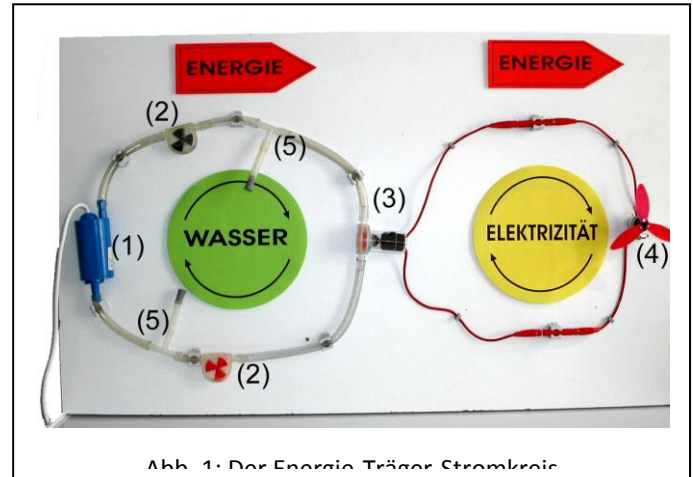
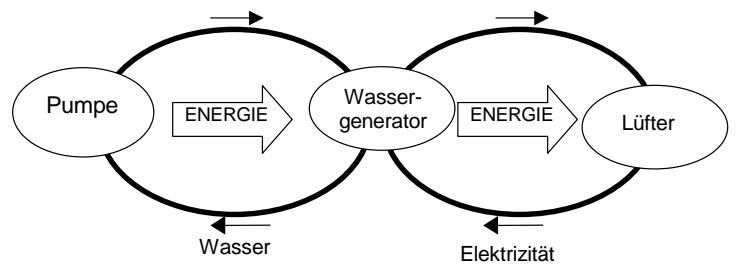

Abb. 1: Der Energie-Träger-Stromkreis
Abb. 2: Energie ist das, was hindurch strömt!
Energie strömt nie allein, bzw. wird nie allein ausgetauscht, sondern immer mit einer zweiten physikalischen Größe zusammen. Diese zweite Größe kennzeichnet die „äußere Erscheinungsform“ des Energietransports. Um die Energie klar von den begleitenden Größen zu unterscheiden, wurde der in Abbildung 1 dargestellte Versuchsaufbau (108.0700) entwickelt, durch den die Schülerinnen und Schüler diesen Unterschied bildhaft erleben können: Eine mit einem Netzgerät verbundene Pumpe (1) treibt Wasser an, das Wasser einen „Wassergenerator“ (3) und dieser einen elektrischer „Lüfter“ (4). Da ein Propeller zum Antrieb Energie benötigt, kann der „Weg“ der Energie zurückverfolgt werden: sie kommt vom „Wassergenerator“, von der Pumpe, vom Netzgerät bzw. von einem Kraftwerk,.... Die Energie ist das, was durch alle Stationen hindurch geht. Dies wird durch die Energiepfeile symbolisiert (Abb. 2). Auf diese Weise wird der „Erhaltungsaspekt“ der Energie betont. Das Wasser und die Elektrizität nehmen dagegen *andere Wege*: sie strömen im Kreis. Deshalb werden zwischen Pumpe und Turbine *zwei* Schläuche, zwischen Generator und Lüfter *zwei* Kabel benötigt. Dass die Energie und die zweite am Energietransport beteiligte physikalische Größe *unterschiedliche*
Fragen wie: „Worin unterscheidet sich eigentlich das Wasser in Abbildung 1 vor und nach dem Wassergenerator?“ „Worin unterscheidet sich die Elektrizität vor und nach dem Lüfter?“ führen zu den Begriffen „Druck  $p$ “ und „elektrisches Potenzial  $\varphi$ “. Beide physikalische Größen haben eine analoge Bedeutung: sie geben an, wie viel Energie von dem jeweiligen Energieträger transportiert wird. Ihre Differenz  $\Delta p$  bzw.  $\Delta \varphi$  gibt an, wie viel Energie in einem System vom Wasser bzw. von der Elektrizität aufgeladen, bzw. abgeladen wird. In der angegebenen Literatur wird ausführlich dargelegt, wie diese im Anfängerunterricht bildhaft eingeführten Konzepte im weiterführenden Unterricht immer weiter geschärft und präzisiert